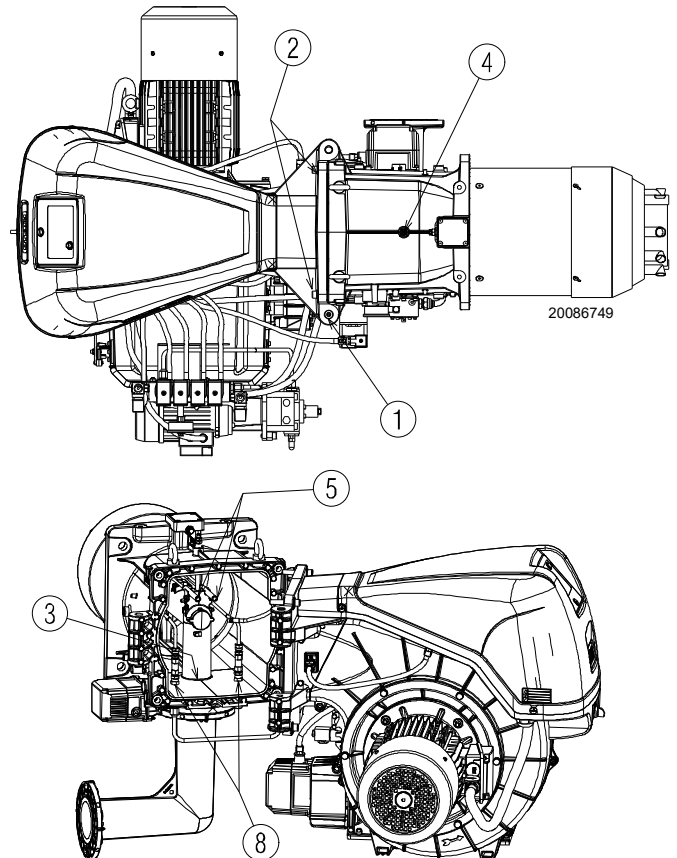

Abb. 16
Werkseitig wird der Brenner für Rechtsöffnung eingestellt, der Stift 1)(Abb. 16) bleibt daher an seinem Platz.
- C** Öffnen Sie den Brenner komplett wie aus Abb. 16 ersichtlich;
Für die Rechtsöffnung des Brenners müssen Sie vor dem Entfernen des Stifts 1)(Abb. 16) prüfen, ob die 4 Schrauben 2) gut festgezogen sind. Schieben Sie dann den Stift 1) auf die gegenüberliegende Seite, nur so ist es möglich die Schrauben 2) zu entfernen. Trennen Sie den Anschluss 9 (Abb. 16) des Maximal-Gasdruckwächters und gehen Sie dann wie unter Punkt C) beschrieben vor.